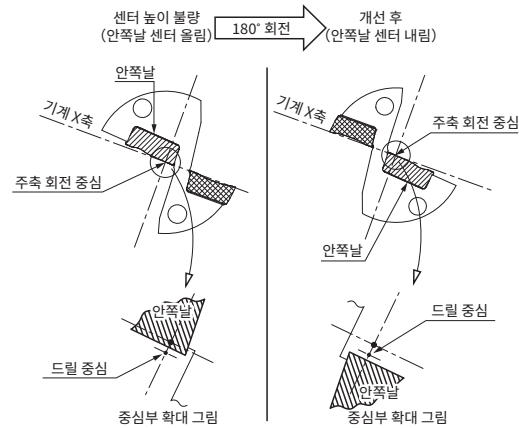

Fig. 8
- ① 드릴 본체를 180° 회전하여 장착해 보십시오. 이것으로 개선되는 경우가 많습니다. (Fig. 8)